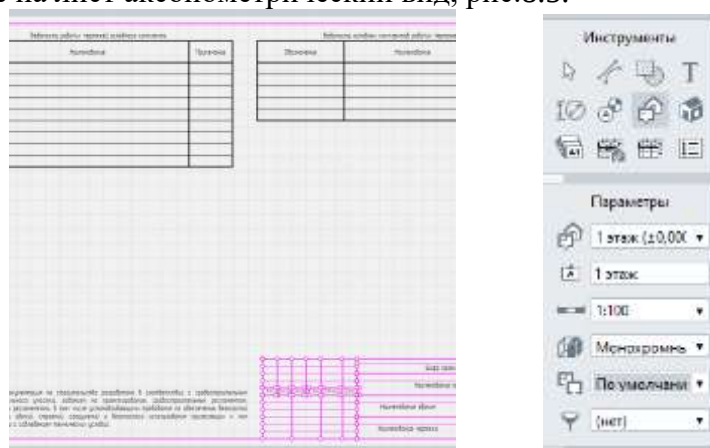

Рисунок 8.3 – Задание параметров выноса плана этажа
3. Добавьте на лист *Вид —«1 этаж»*, рис.8.3.